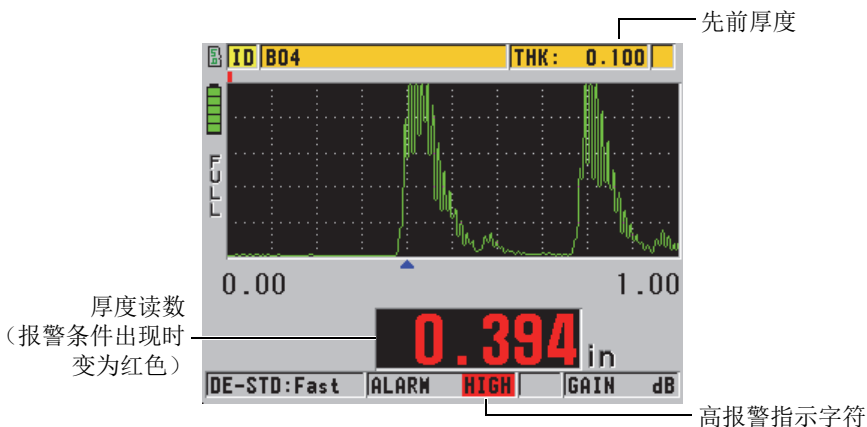

图 7-4 高报警指示字符示例（波形选项被激活时）
- 在测量屏幕的右下角，出现闪烁的 **HIGH**（高）或 **LOW**（低）报警指示字符，字符的背景为红色（参见第 134 页的图 7-4）。